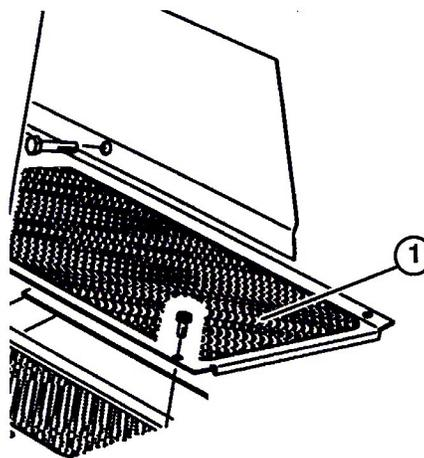

図5
1. フロア・パネルの左前隅の固定ボルトを取り外す (図5)。
2. 付属部品のフランジヘッド・キャップスクリュー (5/16 × 5/8 in) を取り付ける (図5)。